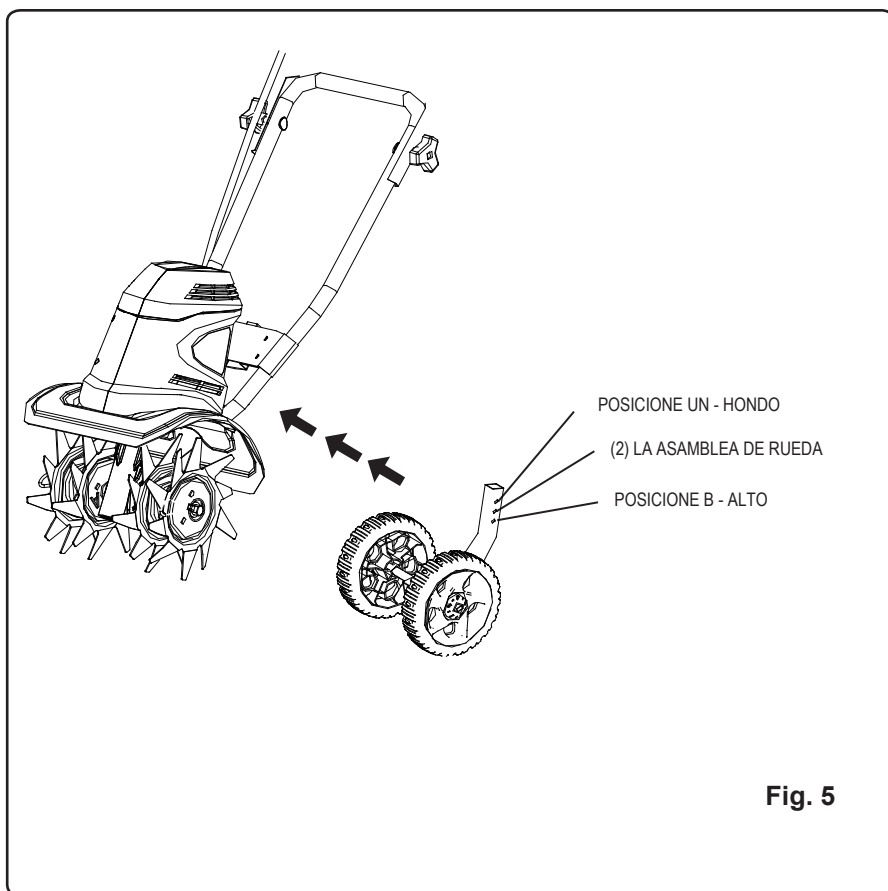

Fig. 5
2. Coloque tiller en una posición fija como mostrado en Fig. 5
3. Inserte la asamblea de rueda (2) en la barra de apoyo (3). (Fig. 5)
4. Saque en la perilla primavera-cargado (4) y túnel de rueda de resbaladero arriba o dependiendo de hacia abajo el tratar de profundidad para ser logrado.